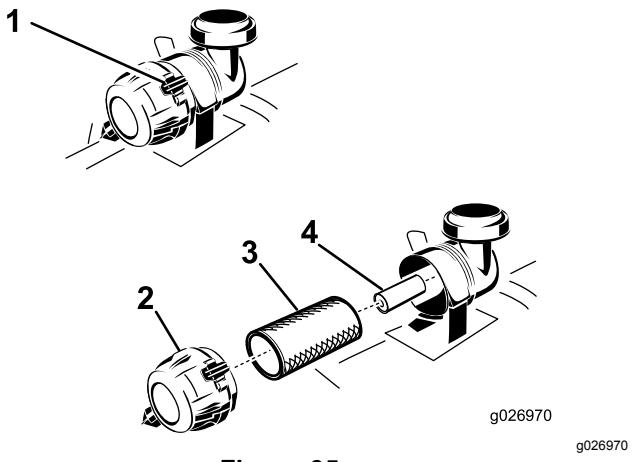

Figura 35
3. Presione hacia abajo para abrir los enganches del limpiador de aire, y tire de la tapa de la entrada de aire para separarla del cuerpo del limpiador de aire (Figura 35).
5. Extraiga con cuidado el filtro primario de la carcasa del limpiador de aire (Figura 35).
2. Si va a cambiar el filtro secundario, deslícelo cuidadosamente en el cuerpo del filtro (Figura 35).
3. Deslice cuidadosamente el filtro primario por encima del filtro secundario (Figura 35).
5. Instale la tapa del limpiador de aire y gírela hasta que los enganches la bloquen en su sitio (Figura 35).